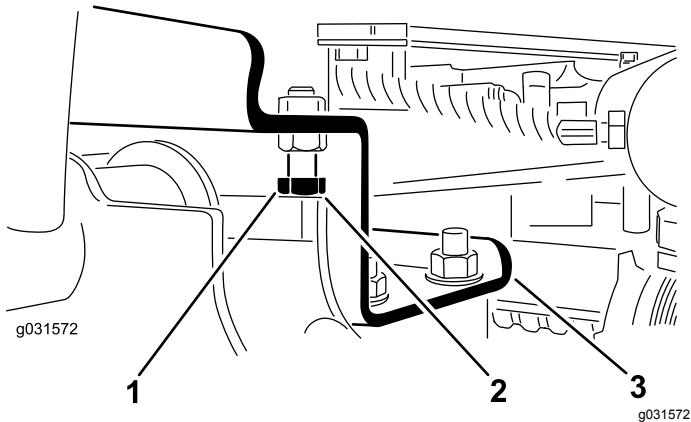

Рисунок 14
- A. Ослабьте затяжку упорных болтов (Рисунок 14).
- 2. Убедитесь, что зазор между каждым подъемным рычагом и фиксирующим болтом составляет от 0,13 до 1,02 мм, как показано на Рисунок 14.